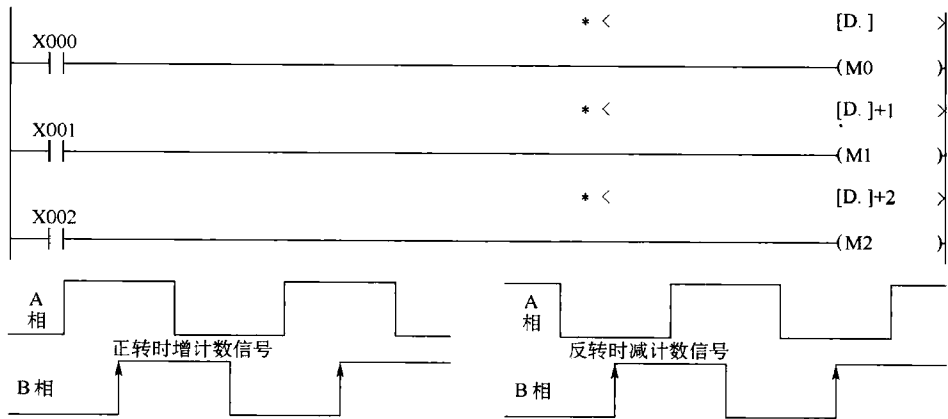

图 4-84 旋转位置方向检测
(1) 旋转位置检测信号处理 旋转工作台需装一个用于检测工作台正转/反转的两相开关以检测工作台的旋转方向，如图 4-84 所示。X000 是 A 相脉冲输入点，X001 是 B 相脉冲输入点，X002 是原点开关，当 0 号工件转到 0 号窗口位置时，X002 接通。